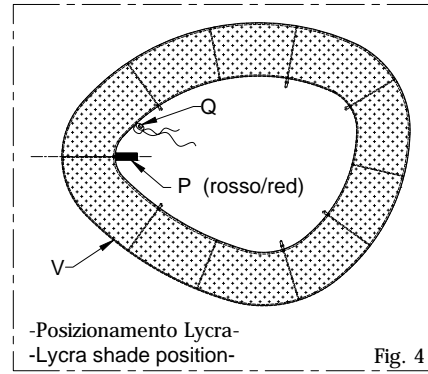

Fig. 4
- Allineare il riferimento rosso (P) della Lycra con la struttura (O) (Fig. 4).
- Align the red references of lycra (P) on the structure (O) (Fig.4)